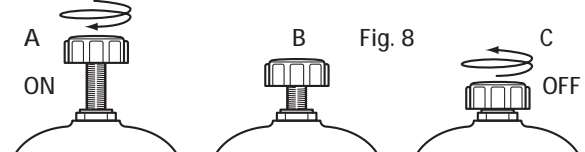

Fig. 8
- De knop van de bypass bovenaan op het apparaat (Fig. 8-A) volledig losschroeven, de Dosatron werkt en het product wordt aangezogen.
De knop van de bypass volledig vastschroeven (Fig. 8-C), de Dosatron wordt gestopt (geen geluid meer) en zuigt het product niet aan. Het water blijft erdoor stromen.
OPGELET : tussen de twee posities, is het de lediging (Fig 8-B). Het is normaal een waterlek te hebben op de schroef van de bypass in tussenliggende positie.